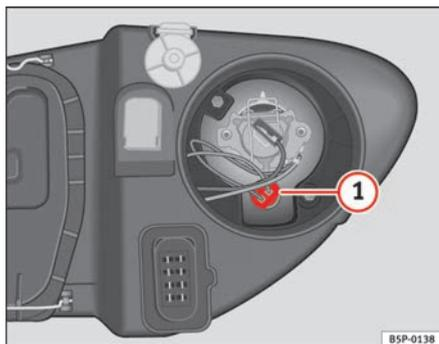

Fig. 169 Luci di posizione
- Estrarre il portalampade ⇒ fig. 169 **1** verso l'esterno.